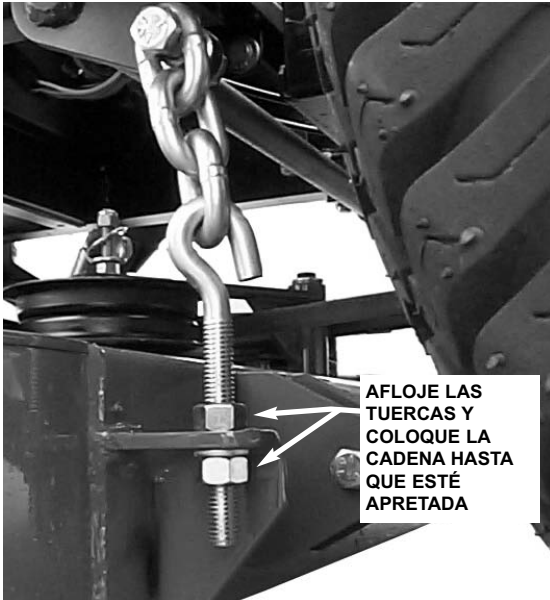

FIGURA 5.6
7. Afloje las tuercas que sujetan los pernos de anillo de soporte de la plataforma traseros. Ajuste para quitar flojedad de las dos cadenas traseras. Apriételas firmemente. Vea la figura 5.6.